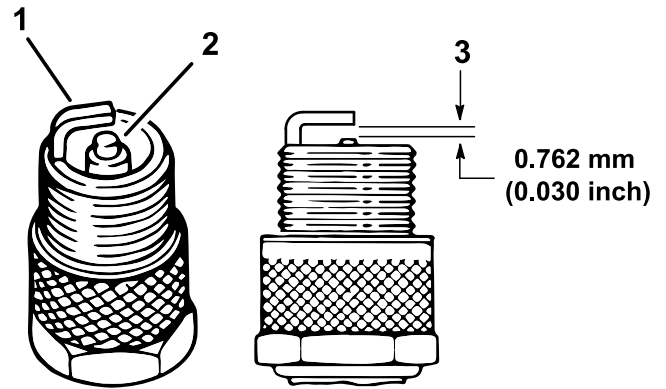

Figure 26
1. Examinez le centre des bougies (Figure 26).
3. Contrôlez l'écartement entre l'électrode centrale et l'électrode latérale (Figure 26).
Remarque: Courbez l'électrode latérale (Figure 26) si l'écartement est incorrect.
3. Rebranchez le fil de chaque bougie (Figure 26).